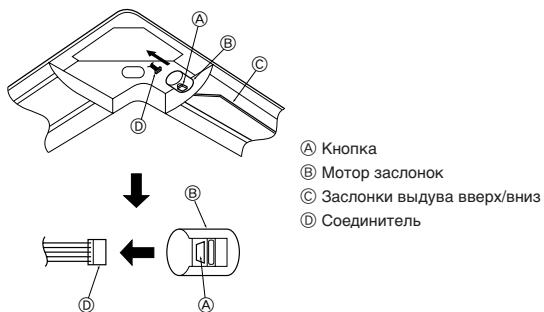

Fig. 5-9
5.5. Блокировка направления воздушного потока вверх/вниз (Fig. 5-9)